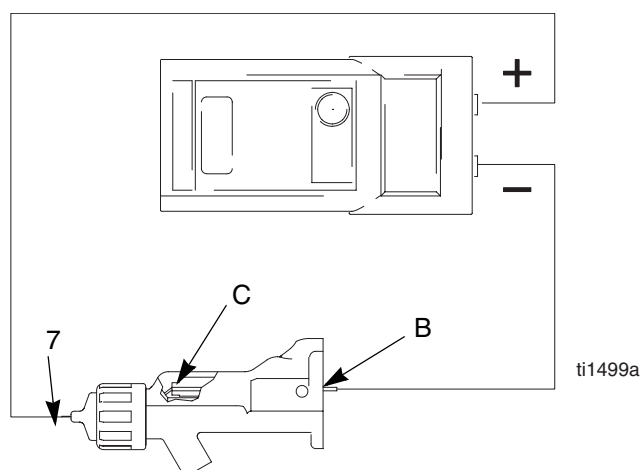

Fig. 19. Contrôle de la résistance de l'électrode
1. Introduire une tige conductrice (B) dans le canon du pistolet (démonté pour le test du générateur électrique) et l'appliquer contre le contact métallique (C) à l'avant du canon.
2. Mesurer la résistance entre la tige conductrice (B) et l'électrode (7). La résistance doit être comprise entre 20 et 30 mégohms. Voir Fig. 19.